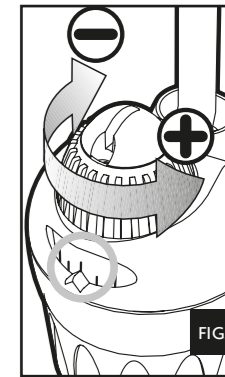

FIG. 4
- 3- Turn the blue control knob until the desired temperature shows up in the scale window (fig. 4). Leave the heater to stabilise for about one full day and check the temperature of the water with a precision thermometer.
- 3- Tourner le bouton de réglage jusqu'à ce que la valeur choisie soit en face du point de repère (fig. 4). Laisser fonctionner pendant 24 heures. Prendre la température avec un thermomètre de précision.
- 3- draai de blauwe draai-regelaar om het gewenste water temperatuur te kiezen (afb. 4). Laat u de staafverwarming minimaal gedurende 24 uren draaien, controleer dan het watertemperatuur doormeed een precisie thermometer.
- 3- Gire el botón de regulación hasta que el valor seleccionado esté frente al punto de referencia (fig. 4) Déjelo funcionar durante 24 horas. Tome la temperatura con un termómetro de precisión.